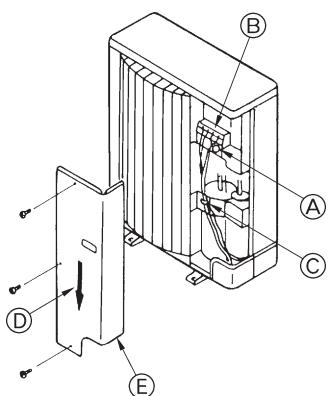

Fig. 6-2
6.2. Außenanlagen-Verdrahtung (Fig. 6-2)